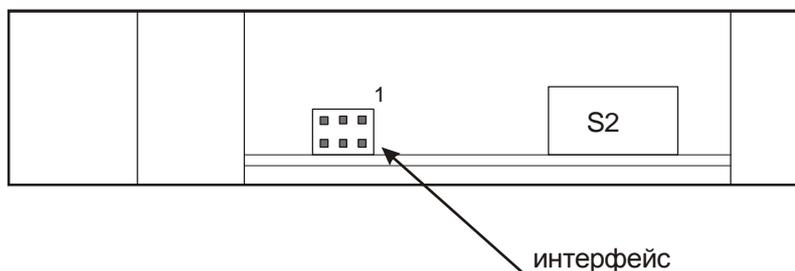

Рисунок 3
2.5.6.1 Подключить ИП в соответствии с рисунком В.1. Переключателем S2 (рисунок 3) выбрать диапазон выходного сигнала (приложение Г).